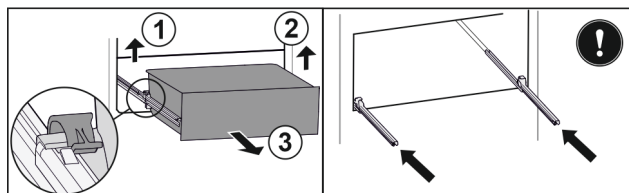

Fig. 125
- Emelje fel a bal oldali kapcsot, és ezzel egyszerre húzza előre felé a fiók bal oldalát. Fig. 125 (1)
- Emelje fel a jobb oldali kapcsot, és ezzel egyszerre húzza előre felé a fiók jobb oldalát. Fig. 125 (2)
- Vegye ki a fiókot előre felé. Fig. 125 (3)